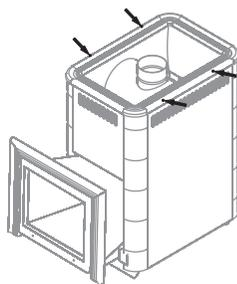

Рисунок 7. Винты для демонтажа рамки конвектора печи «Ангара»
1. Снять рамку конвектора, открутив 4 самореза (рисунок 7)